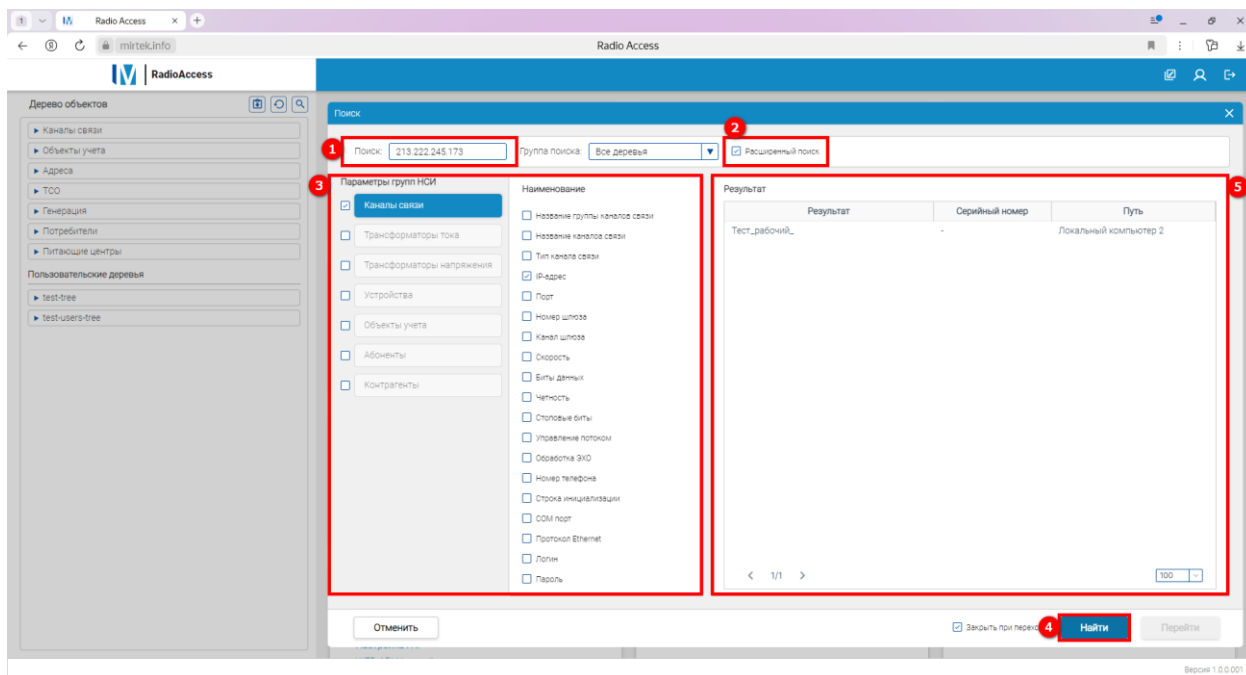

Рисунок 131 – Расширенный поиск
Для осуществления расширенного поиска по уточненным условиям в поисковой строке вводим данные (1) (см. рисунок 131), ставим отметку в поле **Расширенный поиск** (2). Далее отметками выбираем необходимые параметры групп НСИ и их значения (3). Нажимаем кнопку **Найти** (4) или клавишу **Enter**. Найденные совпадения будут представлены в виде списка в нижней части окна поиска данных (5).